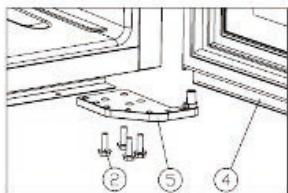

Figure 2
- Dévissez les vis M5\*16 ②, démontez la charnière inférieure droite ⑤ [Figure 2]